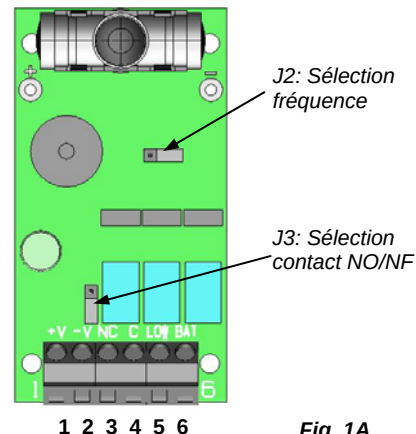

Fig. 1A
- Choisir la même fréquence de fonctionnement sur le récepteur et sur l'émetteur à l'aide des cavaliers prévus à cet effet (J2, fig. 1A et 1B):